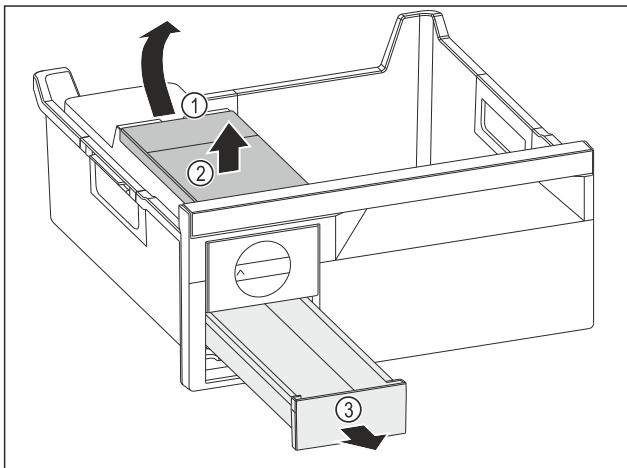

Fig. 241
- Scoaterea rezervorului de apă: Ridicați rezervorul de apă de la degajare Fig. 241 (1).
- Scoateți rezervorul de apă Fig. 241 (2) în sus.
- Scoateți sertarul pentru cuburi de gheață Fig. 241 (3) spre înainte.